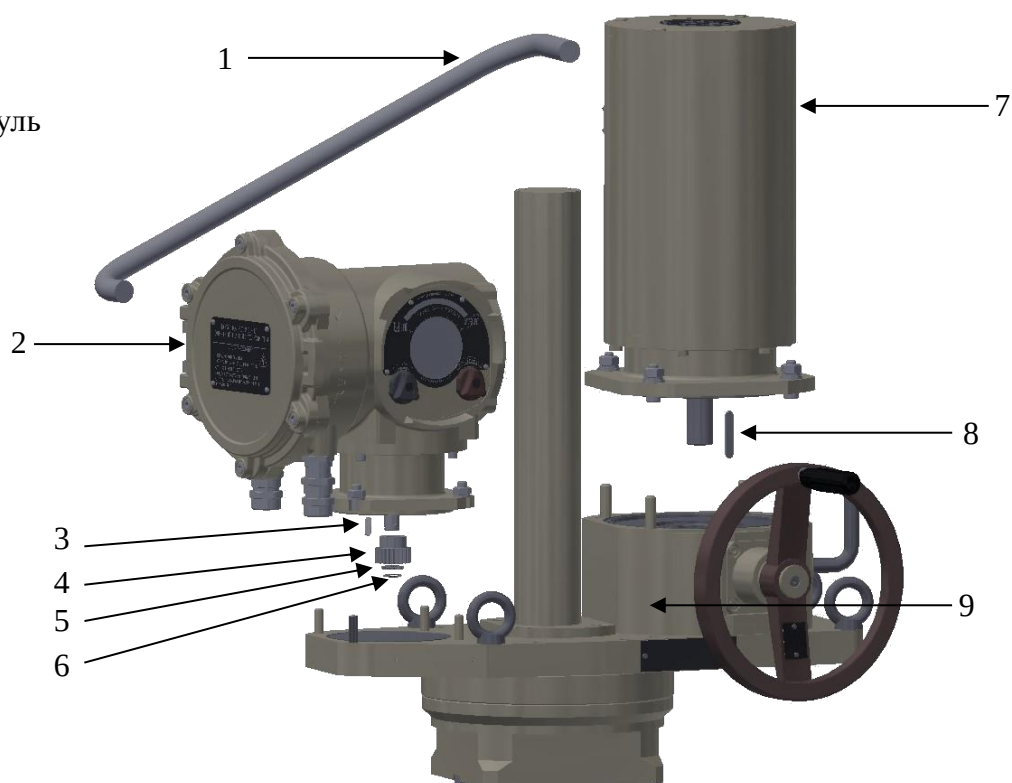

Рисунок 25 – Порядок замены редуктора
- с помощью шестерни (поз.4) Рис.25.
- В случае стыковки с помощью шестерни (рис. 25):